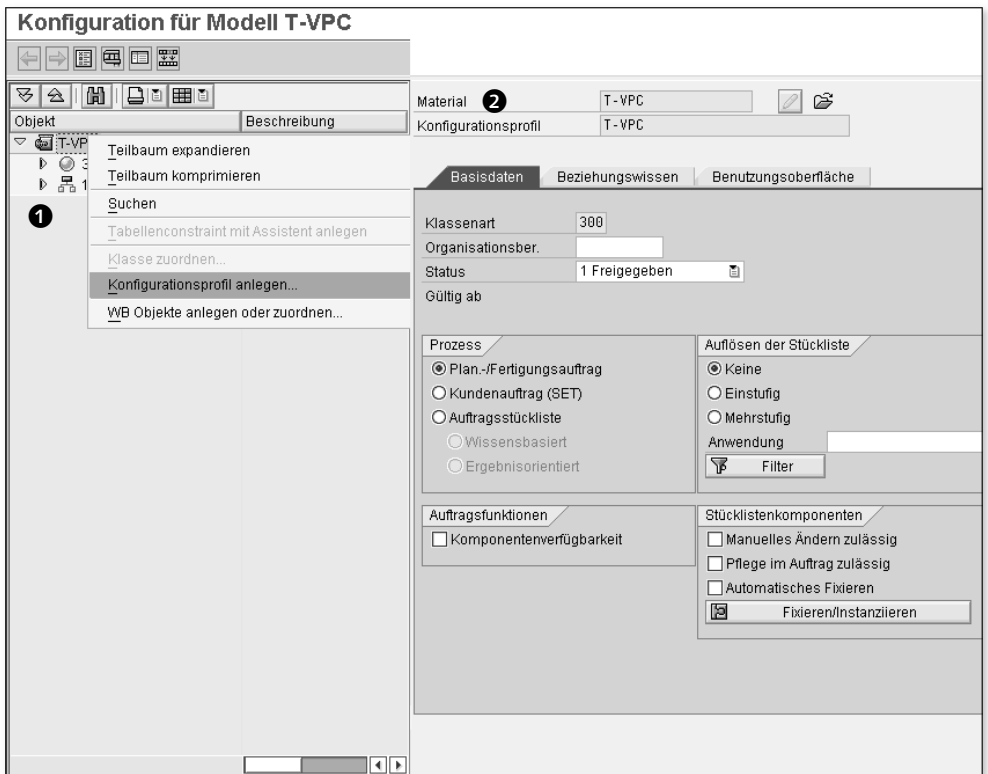

Abbildung 2.30 Erste Schritte in der PMEVC: Klassenzuordnung und Anlegen eines Konfigurationsprofils
In Abbildung 2.30 wurde die PMEVC mit dem Material T-VPC aufgerufen. Zu dem Material wurde die Stückliste gefunden. Dies sind zunächst die beiden einzigen Einträge in der Struktur ❶. Es werden nun zumindest noch die Variantenklasse und das Konfigurationsprofil benötigt. Wie bereits erwähnt, muss die Variantenklasse inklusive ihrer Merkmale außerhalb der PMEVC
angelegt werden. In Abbildung 2.30 wurde die vorhandene Variantenklasse bereits zugeordnet.
Im Unterschied zur Variantenklasse kann das Konfigurationsprofil direkt aus der PMEVC heraus angelegt werden. Wie in Abbildung 2.30 unter ② zu sehen, steht diese Funktionalität aus dem Kontextmenü auf der Ebene des Materialstamms zur Verfügung. Analog zur klassischen Transaktion der Anlage von Konfigurationsprofilen können Sie mit den Default-Werten bereits ein Konfigurationsprofil anlegen. Im Unterschied zur klassischen